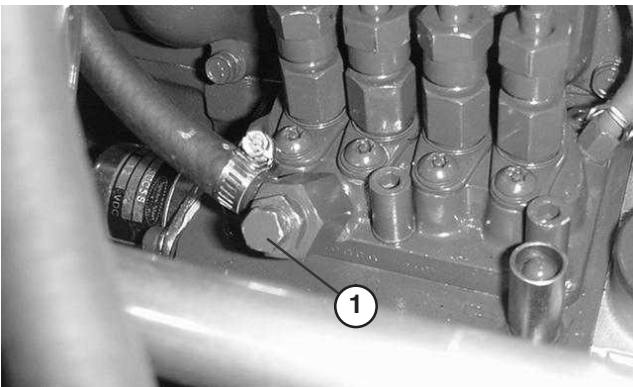

Figure 15
5. Desserrez la vis de purge sur la pompe d'injection (Fig. 15).